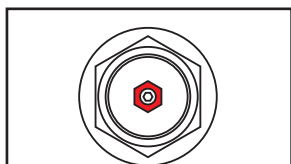

Figura 1 - Regolazione
una chiave a brugola da 4 mm per art. 92218 e da 5 mm per art. 92220 (vedi figura 1), ruotare in senso antiorario;
3) effettuare la regolazione mediante l'uso di una chiave a brugola da 4 mm per art. 92218 e da 5 mm per art. 92220 (vedi figura 1):